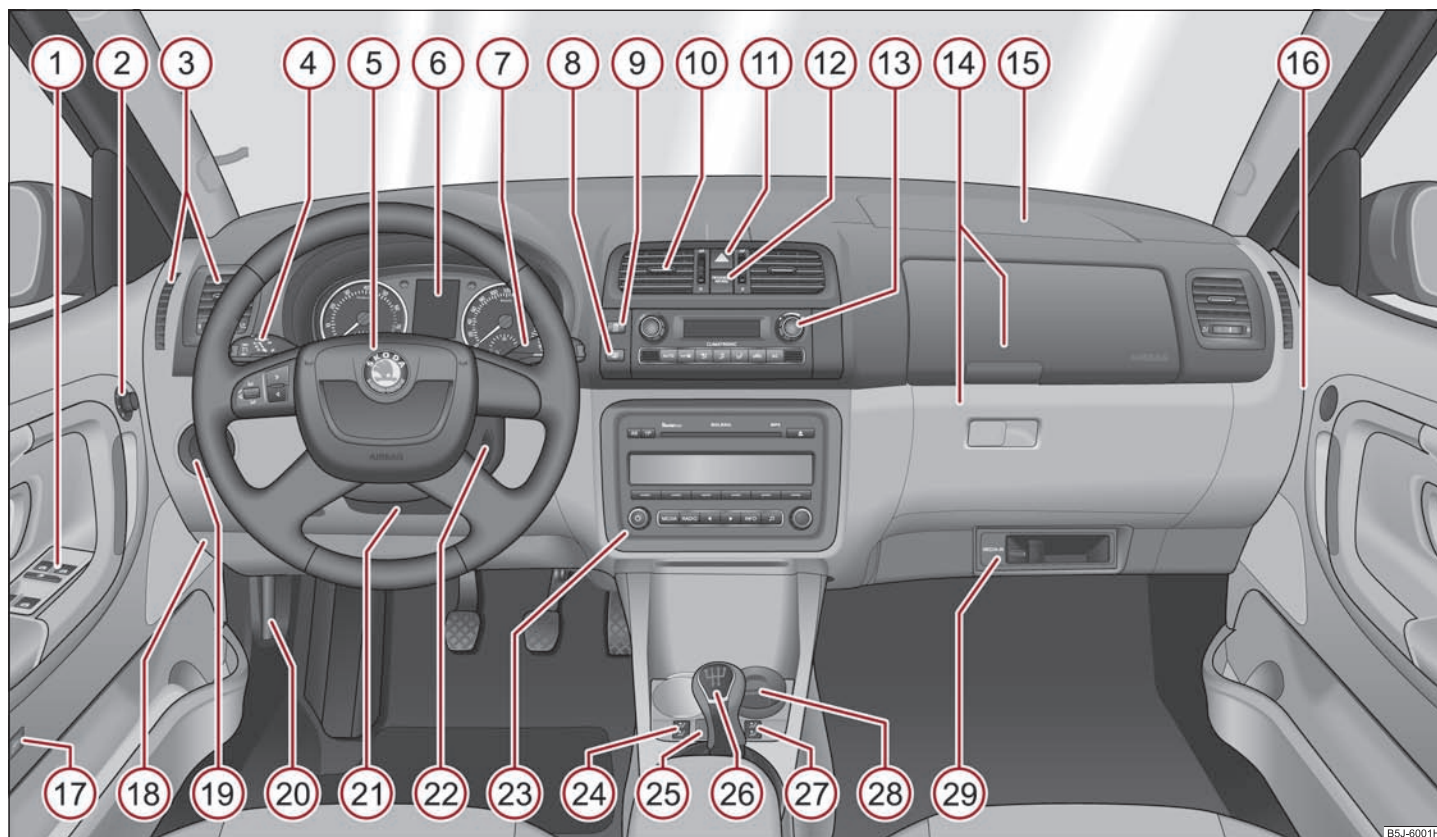

Fig. 1 Unele echipamente prezentate în imagine aparțin numai anumitor modele de autovehicule sau sunt echipamente suplimentare.
- La autovehiculele cu volanul pe dreapta ordinea aranjării elementelor de comandă diferă parţial faţă de ordinea prezentată în ⇒ pagina 8, fig. 1. Simbolurile sunt totuşi aceleaşi. ■